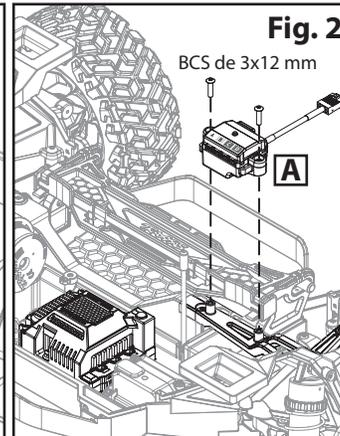

Fig. 2
2. Instale el amplificador de potencia de alto voltaje (A) en el chasis de la camioneta. Verifique que los puertos de conexión A, B, C, D del amplificador estén orientados hacia el control de velocidad. Asegure con los tornillos de cabeza semiesférica de 3 x 12 mm (2) incluidos. (Fig. 2)